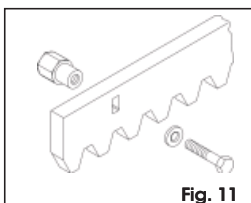

Fig. 11
5.4.1. STALEN TANDHEUGEL – LASSEN (Fig. 11)